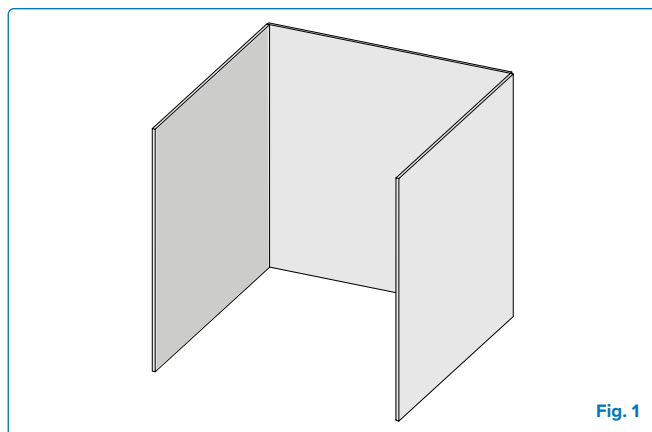

Fig. 1
- Un appareil est considéré comme étant en plein air s'il est installé dans un abri comportant des murs sur trois côtés, sans couverture au-dessus. **(Fig 1)**